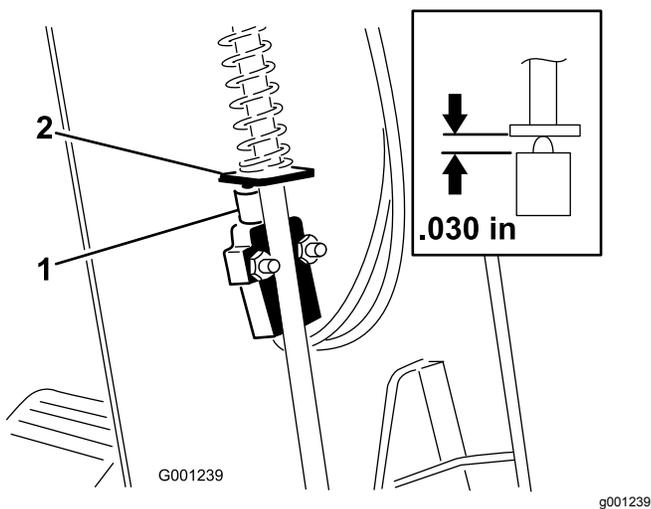

図 73
3. カバーを上へスライドさせて駐車ブレーキスイッチを露出させる 図 73。
5. 駐車ブレーキのロッドのパドルとスイッチのプランジャとを整列させる 図 73。
6. 駐車ブレーキロッドを押し下げ、スイッチが押し上げられてプランジャが圧縮された時のプランジャの長さを 0.76mm とする 図 73を参照。